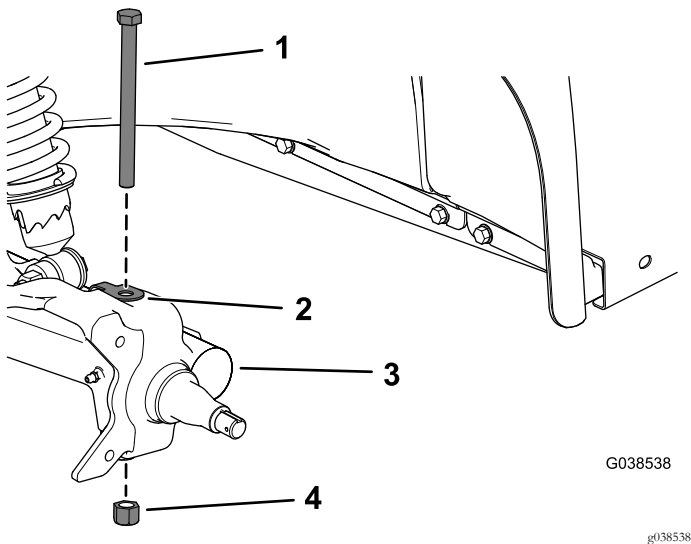

Figure 9
9. Retirez le boulon à tête hexagonale (1/2" x 6"), le clip et le contre-écrou (1/2") du bras de suspension et déposez la fusée (Figure 9).
2. Fixez la fusée au bras de suspension à l'aide du boulon à tête hexagonale (1/2" x 6"), du clip et du contre-écrou (1/2"), comme montré à la Figure 9.